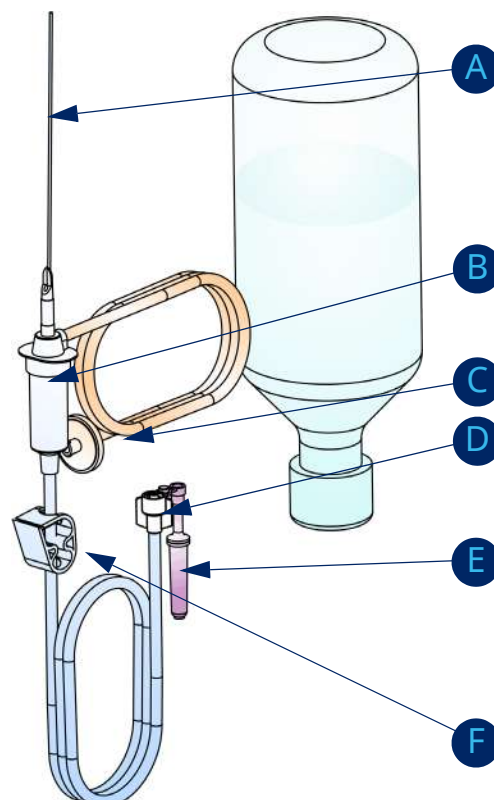
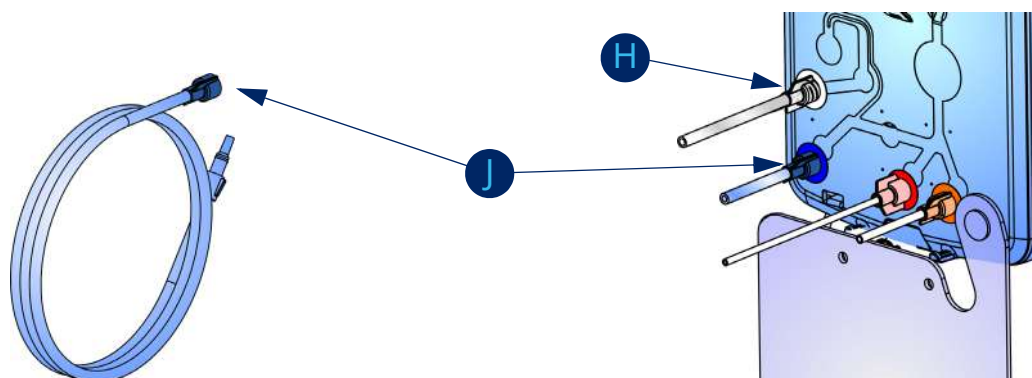

Fig. 55: Инфузия VGPC/AIC
Fig. 56: Инфузия VGPC/AIC: Кассета
- ➡ 1. Подсоедините инфузионную трубку к cassette [H] (рис. 56) в месте белого разъема [D] (рис. 55).
- ➡ 11. Подсоедините трубку VGPC [C] (рис. 55) к задней стороне EVA [G].